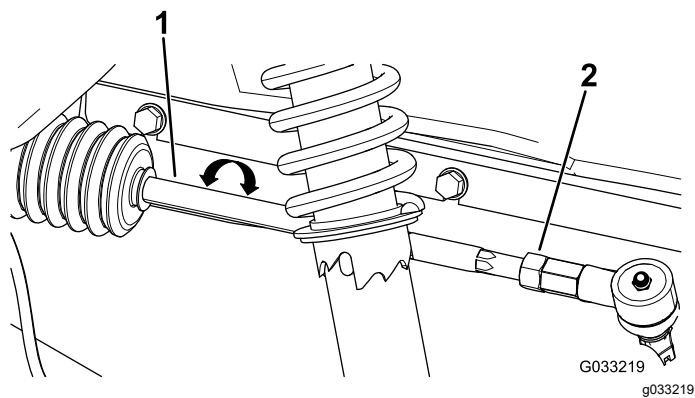

Figura 52
2. Si la distancia no está en el intervalo de 0 a +/-3 mm (0 a +/- 1/8"), afloje las contratuercas en el extremo exterior de las barras de acoplamiento (Figura 52).